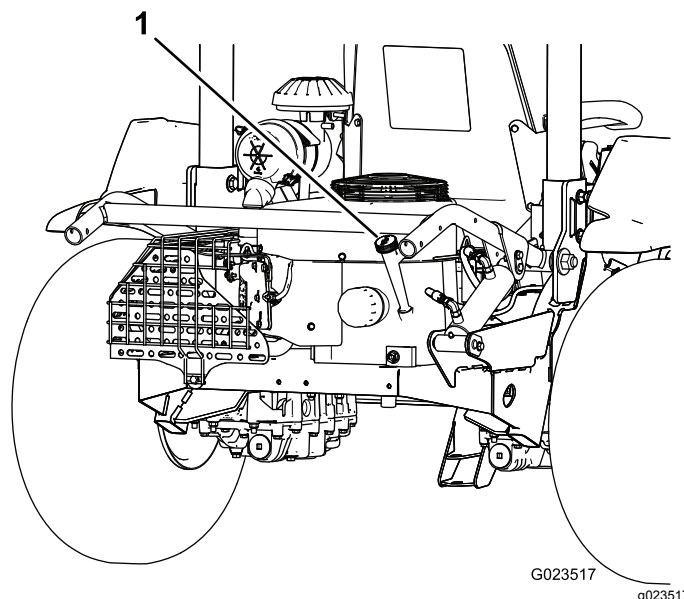
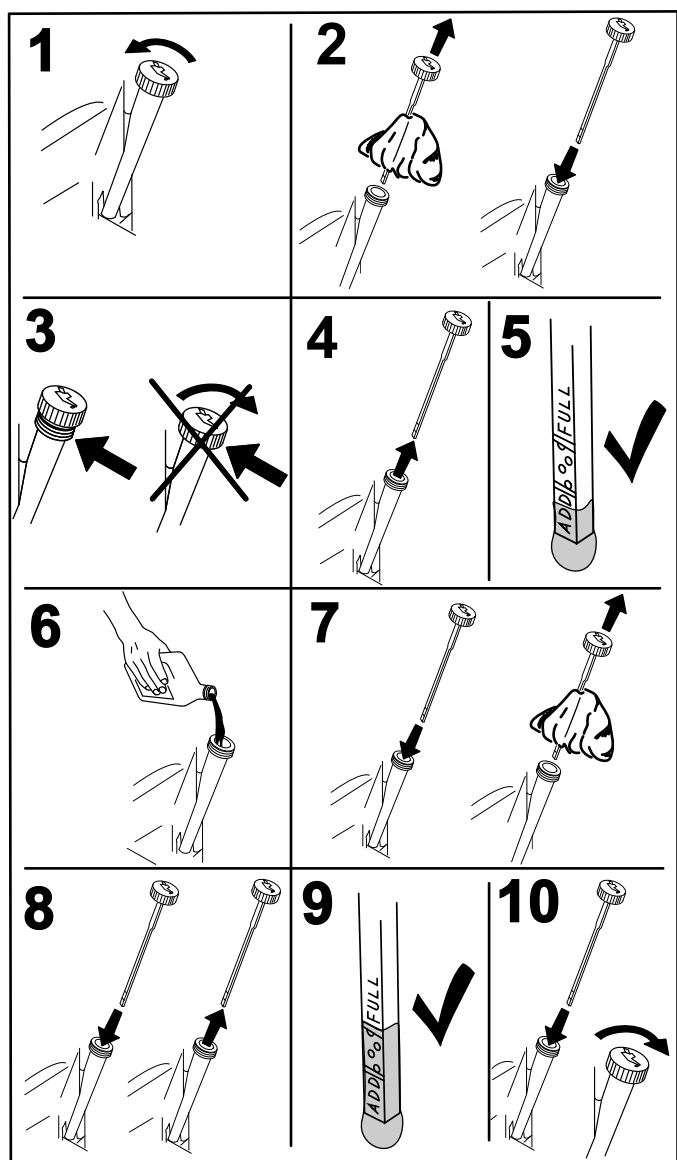

Figure 14
Figure 15
2. Sortez la jauge (Figure 14) et essuyez-la sur un chiffon propre (Figure 15).